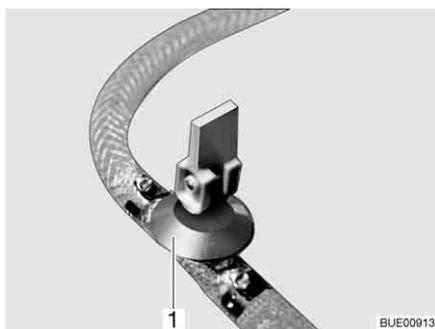
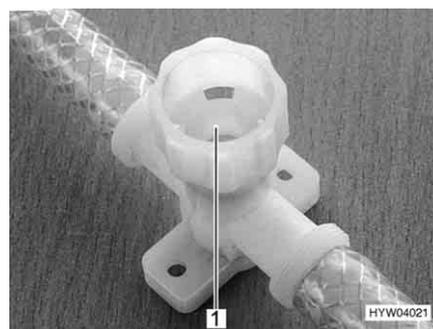

Fig. 203 Torneira de descarga (com alavanca basculante)
Fig. 204 Torneira de descarga (com tampa rotativa)
- Abra todas as torneiras de descarga. Para isso, coloque a alavanca basculante da torneira de descarga (Fig. 203,1) em posição vertical ou gire a tampa da torneira de descarga (Fig. 204,1) em sentido contrário aos ponteiros do relógio.